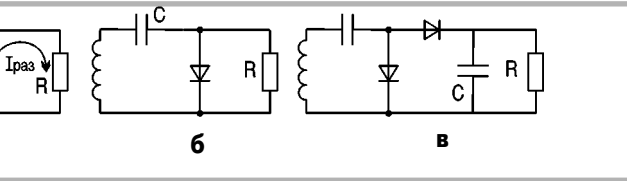

рис. 1
2. Чтобы получить информационный сигнал, необходимо импульсы тока диода преобразовать и получить из них среднее значение. Такое преобразование обеспечивается включением конденсатора С параллельно резистору R (рис.1, а).
Для переменного тока сопротивление конденсатора значительно меньше сопротивления резистора. Поэтому импульсный ток $I_{\text{зар}}$ протекает последовательно через диод и конденсатор. Последний заряжается до напряжения с полярностью, указанной на рис.1, а. В отрицательные полупериоды модулированных колебаний ток через диод протекать не может, и конденсатор получает возможность разряжаться через резистор R. Поскольку сопротивление резистора больше прямого сопротивления диода, то разряжается конденсатор медленнее, чем заряжается. В результате все время при воздействии АМ колебаний на конденсаторе имеется напряжение U_c , среднее значение которого $U_{\text{ср}}$ изменяется примерно по закону сигнала информации.
Из рис.1, а видно, что напряжение U_c через катушку приложено между катодом и анодом диода и препятствует прохождению его тока. Ток диода вынужден проходить только в моменты, когда амплитуда модулированного напряжения $U_{\text{мод}}$ больше напряжения U_c . Другими словами, из-за запирающего действия U_c ток диода протекает с отсечкой некоторой его части. Так как среднее